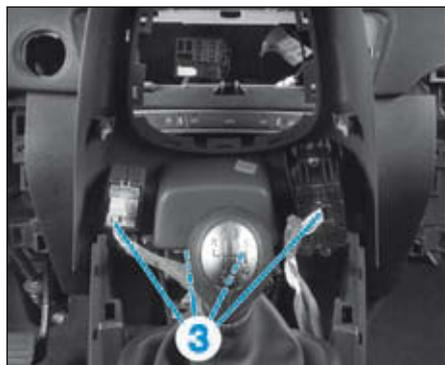

FIG.6
- Dégrafer l'entourage du levier de vitesses et débrancher les quatre connecteurs (3) (Fig.6).